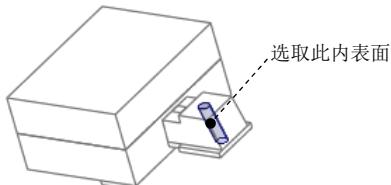

图 27.53 选取内表面
Step6. 使用“切除”命令，在滑块上创建导柱孔。在模型树中右击 **COVER_MOLD.ASM**，从系统弹出的快捷菜单中选择 **激活** 命令将组件激活；单击 **模具** 功能选项卡中的 **元件** ▾ 按钮，在系统弹出的菜单中选择 **元件操作** 选项。系统弹出“元件”菜单；在系统弹出的“元件”菜单中选择 **Cut Out (切除)** 命令，此时系统弹出“选择”对话框；在系统 **选择要对其进行切出处理的零件** 的提示下，选取 FLIP.PRT 为要执行处理的零件，然后单击“选择”对话框中的 **确定** 按钮，此时系统再次弹出“选择”对话框；在系统 **为切出处理选择参考零件** 的提示下，选取 GUIDE_PILLAR 为参考零件，然后单击“选择”对话框中的 **确定** 按钮，此时系统弹出“选项”菜单；在系统弹出的“选项”菜单中选择 **Reference (参考) → Done (完成)** 命令；选择 **Done/Return 完成/返回** 命令；将滑块 (flip) 激活；在屏幕右下方的“智能选取栏”中选择“几何”选项，选取图 27.53 所示的内孔表面（遮蔽“GUIDE_PILLAR.PRT”会很容易地选取内孔），单击 **模具** 功能选项卡 **分型面设计** ▾ 区域中的 **偏移** 按钮。此时系统弹出“偏移”操控板；在操控板界面中选取偏移类型（即为“展开特征”），展开方向沿斜导柱轴线向外，在深度文本框中输入深度值 0.5，并按回车键，在“偏移”操控板中单击“拉伸”按钮，完成特征的创建。